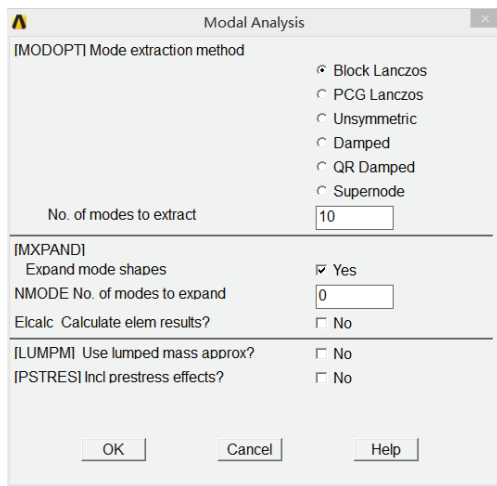

图 4-111 模态分析属性设置对话框
2) 选择 Main Menu | Solution | Analysis Type | Analysis Options 命令, 出现 Modal Analysis 对话框, 参照图 4-111 所示对其进行设置, 单击 OK 按钮, 出现 Block Lanczos Method 对话框, 采用其默认设置, 单击 OK 按钮关闭该对话框。